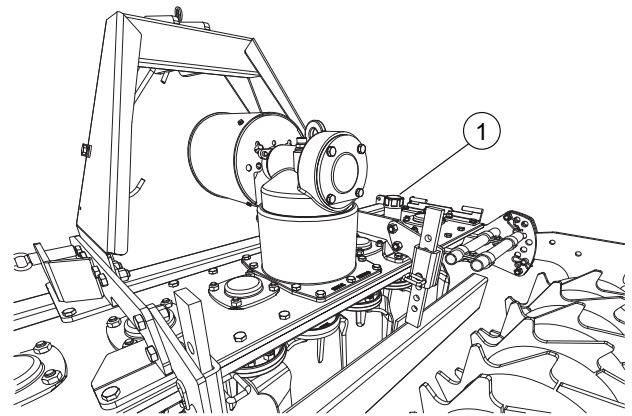

FIG. 27
Den Deckel des Öl-Einganges auf der Wanne (1, "Fig. 27") abschrauben. Der korrekte zu erachtende Pegel ist 1 cm unter der Oberfläche des Zahnrades des Rotors.
- Den Deckel vom Öleingang abschrauben ("Fig. 27").
- Den Deckel des Ölausgangs zuschrauben (3).